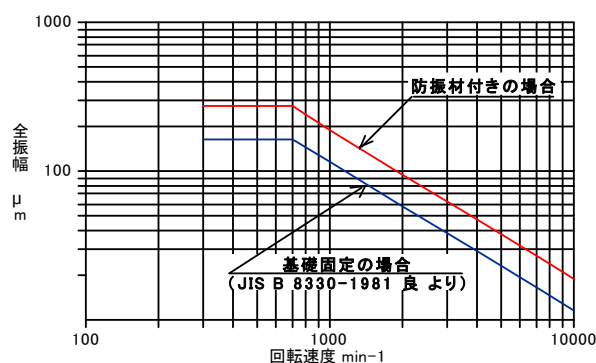

図 15 振動状態の参考判定基準
(4) 軸受許容温度は、一般的には室温+40℃以下かつ80℃以下です。温度が軸受許容温度を超えている場合は、運転を停止して点検してください。
(5) 軸受箱の音や振動は、運転開始数日後の状態を基準として、判断してください。
(6) ファンが正常で、据付、ダクト配管工事が正しく施工されている場合の振動の基準値を図15に示します。